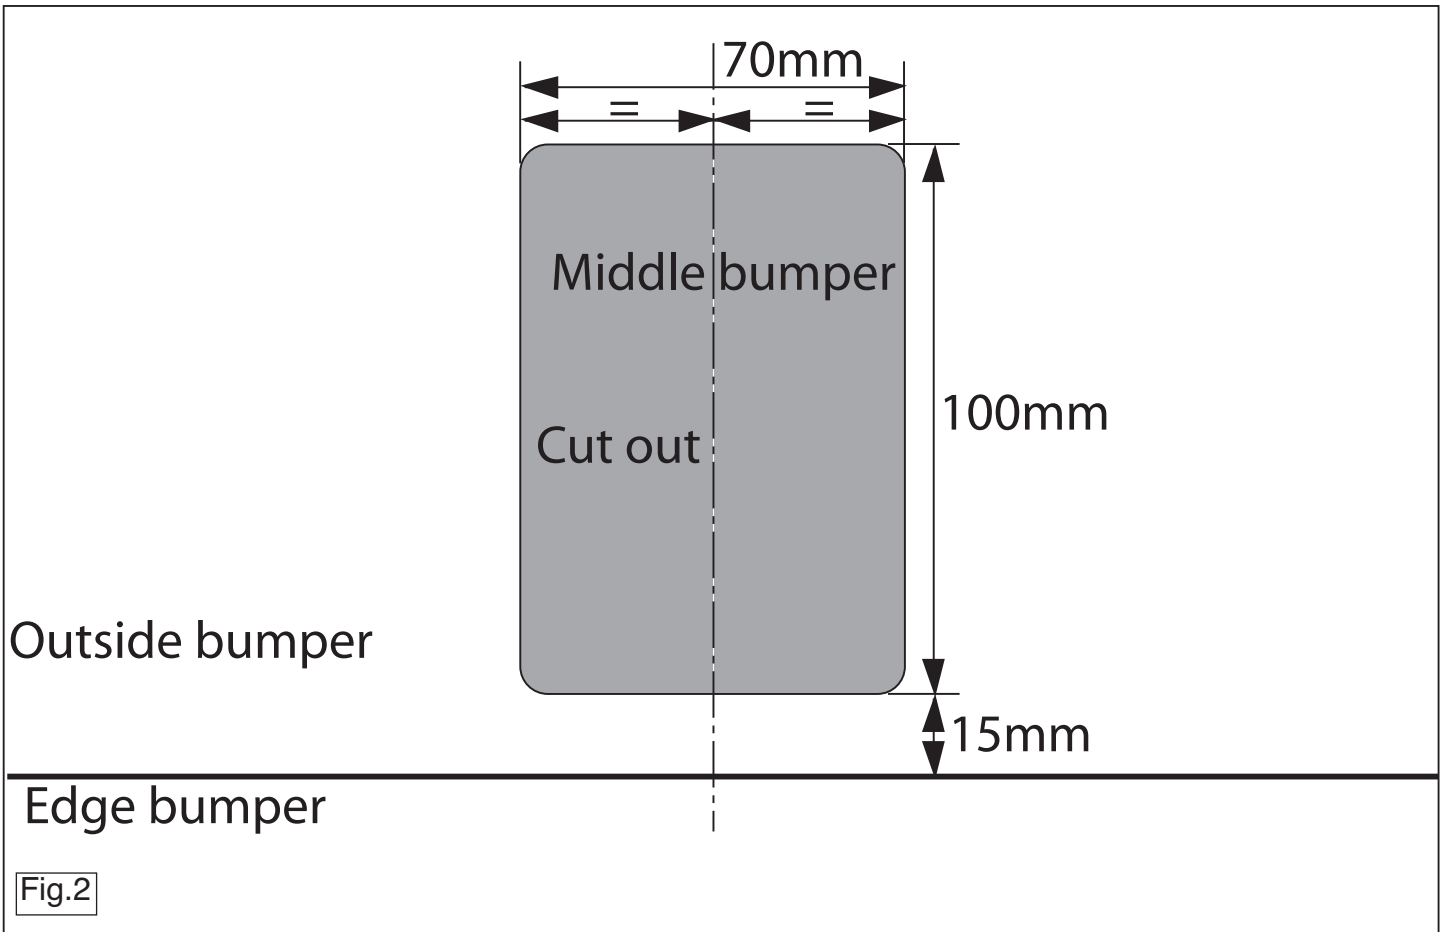

Fig.2
4. **Для автомобилей W164:** Выпилить часть из бампера в середине снизу, как указано на рис. 2.